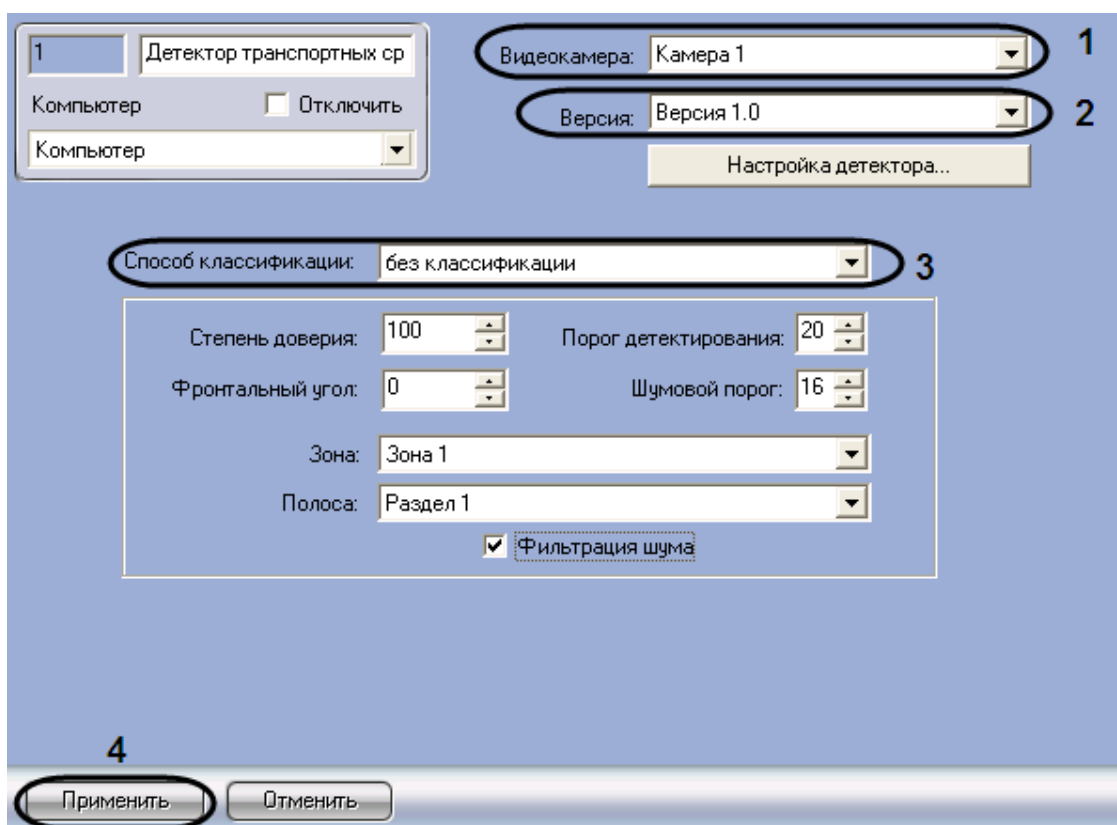

Рис. 7.6—2. Задание параметров детектора транспортных средств
1. Перейти на панель настройки объекта «Детектор транспортных средств» (см. Рис. 7.6—2)
- Из раскрывающегося списка «Видеокамера» выбрать объект «Камера», соответствующий видеокамере детектора транспортных средств (см. Рис. 7.6—2, 1)
- Из раскрывающегося списка «Версия» выбрать требуемую версию детектора (см. Рис. 7.6—2, 2)
- Из раскрывающегося списка «Способ классификации» выбрать требуемый способ классификации детектируемых транспортных средств для занесения информации в базу данных процессора транспортного потока (см. Рис. 7.6—2, 3)